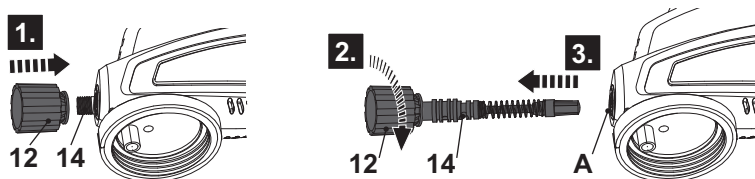

Fig. 10
- > Fixe a chave (12) ao fio do pistão (14) e rode no sentido dos ponteiros do relógio até que o pistão (14) com a chave (12) saia da abertura (A) (Fig. 10).